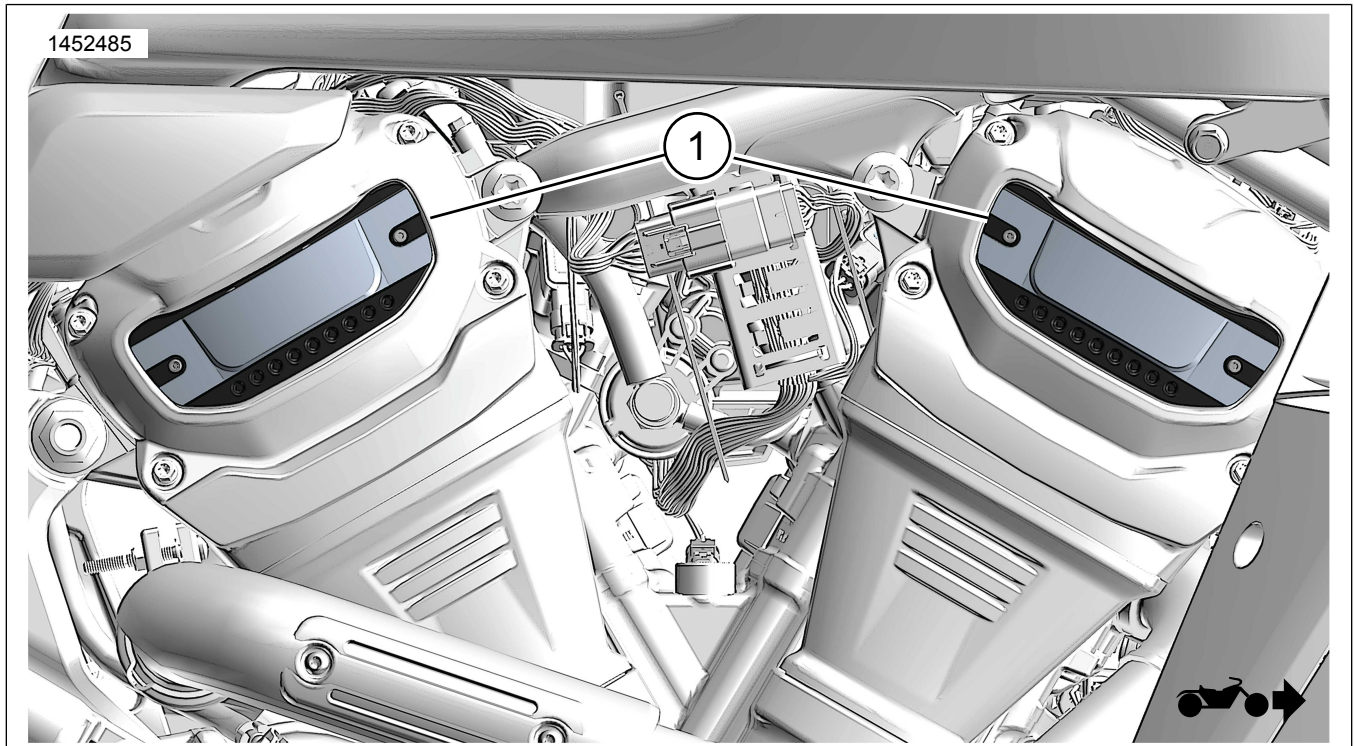

Figure 1. Contenu du kit : Kit de clavette de couvercle de pignon d'arbre à cames
2. Testez la nouvelle clavette de couvercle de pignon d'arbre à cames (1).
4. Retirer la bande adhésive à l'arrière de la clavette de couvercle de pignon d'arbre à cames (1).
5. Figure 1 Installer la clavette de couvercle de pignon d'arbre à cames (1) en s'orientant à l'aide des marques tracées antérieurement.